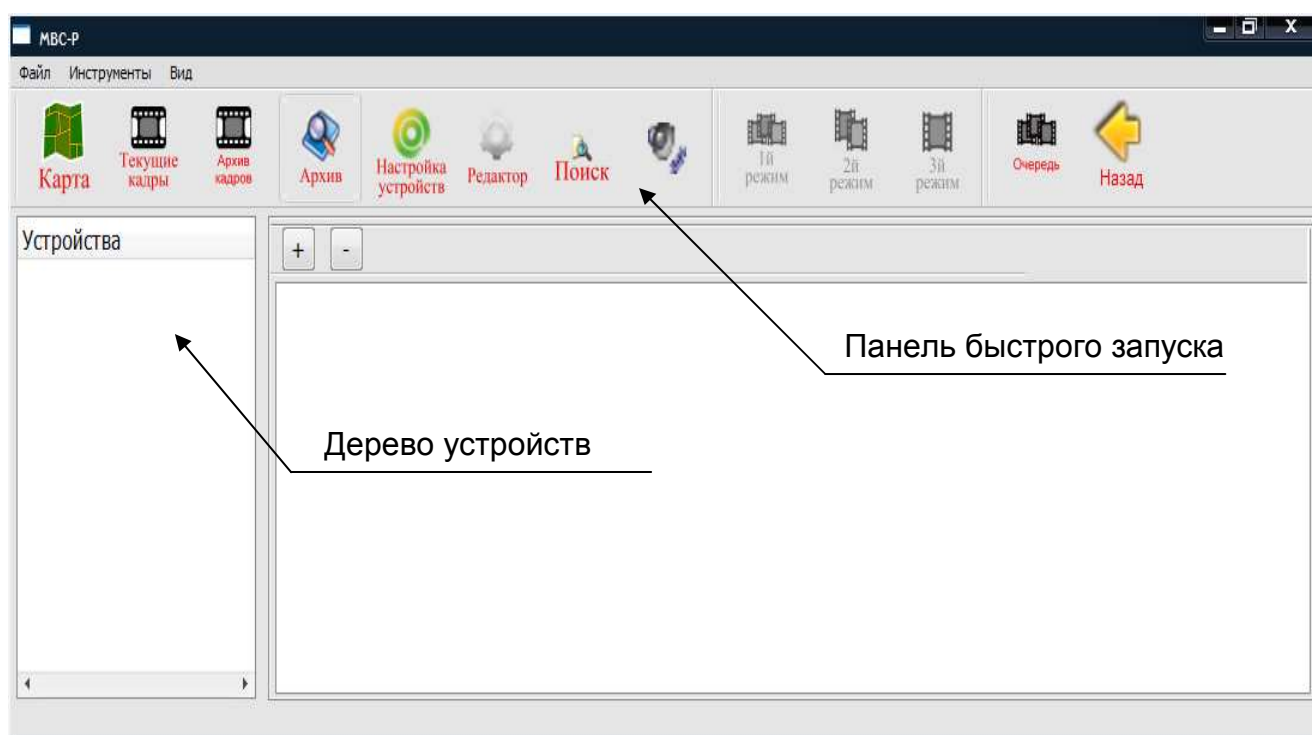

Рисунок 4.1
4.2.1 После включения системы на экране ПУЦ отобразится основное окно программного обеспечения системы МВС-Р «Кипарис-Видео» (рисунок 4.1).